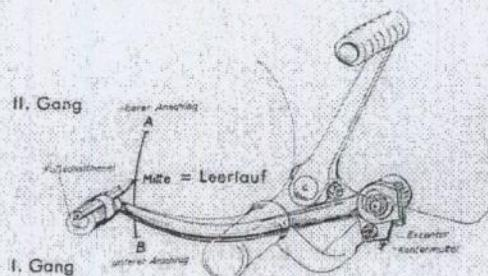

Bild 1
1. Der Fußschalthebel muß durch Verdrehen des Exzenters **genau in die Mitte** (Leerlaufstellung) zwischen dem 1. und 2. Gang eingestellt werden (Bild 1).